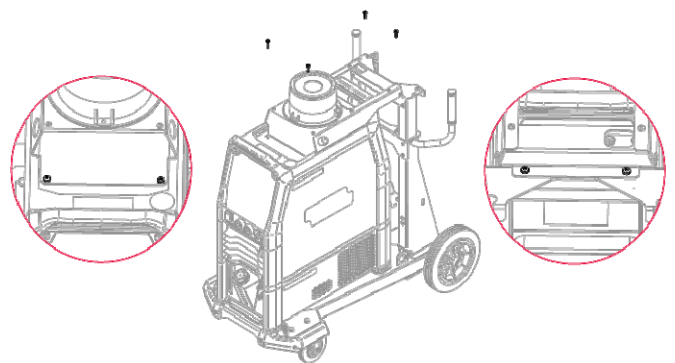

Figura 6
- Montaje final: el refrigerador debe montarse al Speedtec con tornillos M6x16 (Figura 6).